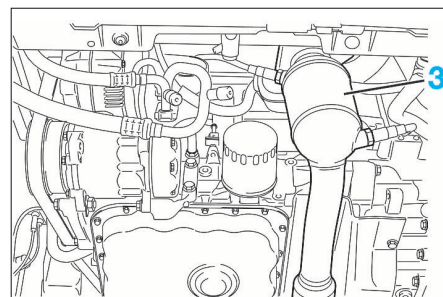

FIG. 68
- Déposer le support (1).
- Désaccoupler le pré catalyseur arrière (2).
- Désaccoupler le pré catalyseur avant (3) (Fig.68).